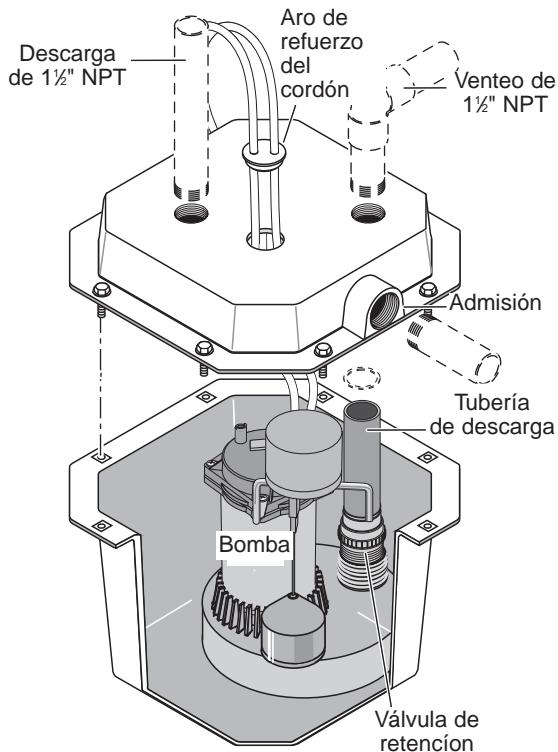

Figura 5
Paso 6 (Ver la Figura 5)
Paso 7 (Ver la Figura 5)